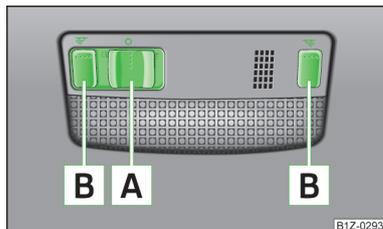

Fig. 26
Posiciones del interruptor deslizante **A** » fig. 26.
■ Pulsando el interruptor **B** » fig. 26 se pueden encender y apagar las luces de lectura.
Si se ha activado el manejo de la luz con el conmutador de contacto de puerta (conmutador **A** » fig. 26 en la posición ☞), se enciende la luz si se da alguna de las circunstancias.
Si se ha activado el manejo de la luz con el conmutador de contacto de puerta (conmutador **A** » fig. 26 en la posición ☞) se apaga la luz si se da alguna de las circunstancias.
Si queda una puerta abierta o el conmutador **A** » fig. 26 está en la posición ☞, la luz del habitáculo se apaga al cabo de 10 minutos para que no se descargue la batería del vehículo.